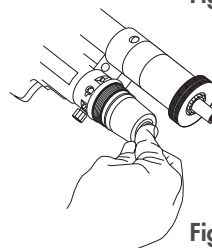

Figura 13
3) apretar un poco el depósito de goma. Después de la salida de algunas gotas de aceite (figura 13), volver a cerrar el tapón de respiradero (L) con la llave Allen entregada;